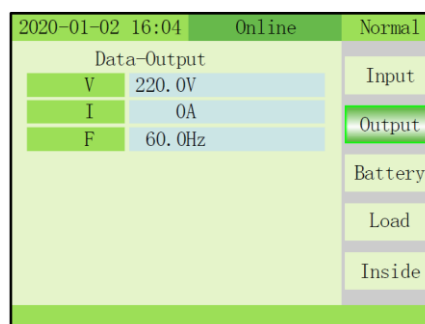

Fig. 3-10 Menú Data/Output
4) OUTPUT: Pulse para visualizar los datos de Salida (Fig. 3-10).